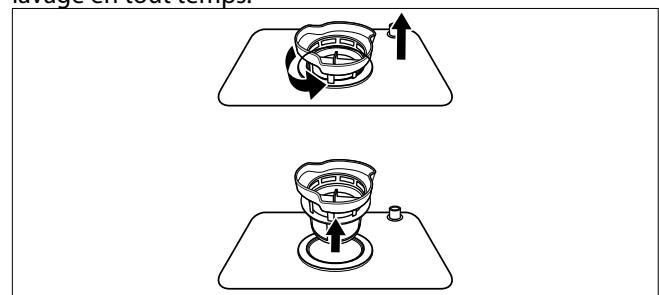

Fig. 24 – Retrait du filtre
- ▶ Pour enlever le système de filtrage, dévissez le filtre fin et retirez-le (voir Fig. 24).